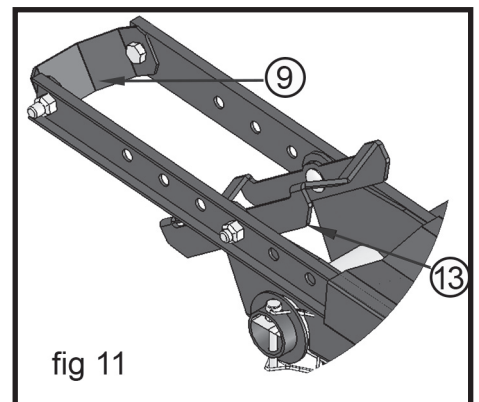

fig 11
3. Later, once the bike is loaded, the size of the gap between the wheel stop (9, fig 11) and the wheel cradle (13, fig 11) can be examined and adjusted as necessary. Be aware of the side channels coming into contact with your disc brakes or forks.
3. Plus tard, une fois la moto chargée, la taille de l'écart entre la roue arrière (9, figure 11) et le berceau de roue (13, figure 11) peut être examiné et ajustée si nécessaire. Assurez vous que les glissières latérales ne viennent pas en contact avec les freins à disque ou la fourche de la moto.